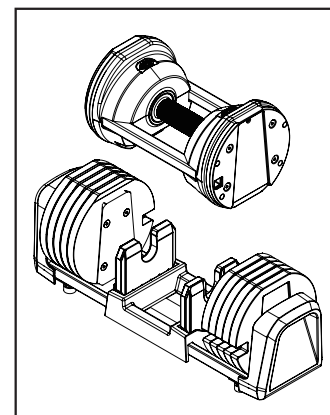

Figure 2
2. Vous devriez pouvoir retirer la poignée de la base en laissant tous les disques de poids derrière (Figure 2).